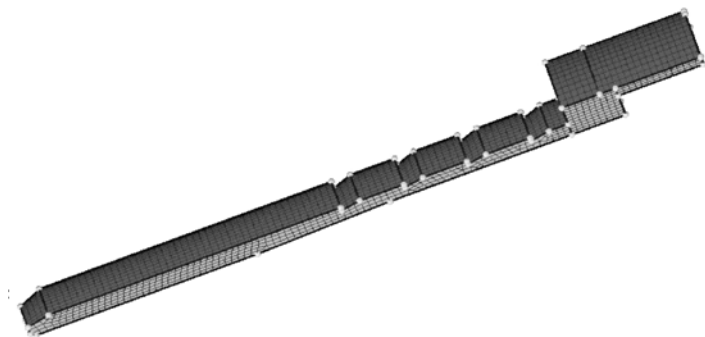

图 5-84 旋转拉伸出 3D 网格
- (1) 进入 3D>spin 面板。
- (2) 选择 spin elems 子面板。
- (3) 激活 elems 选择器，选择 STEP 6 生成的 2D 网格。
- (4) 在 angle= 中输入 45。
- (5) 在 on spin= 中输入 10。
- (6) 选择 x-axis，激活 B 基点选择器，选择之前生成的任意一个圆心临时节点。
- (7) 单击 spin-按钮。
- (8) 单击 return 按钮。
- (9) 进入 geom>temp nodes 面板。
- (10) 单击 clear all 按钮，删除所有临时节点。
- (11) 单击 return 按钮，网格如图 5-84 所示。